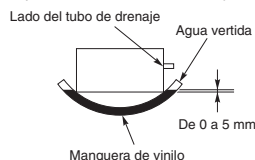

Fig. 3-8
- (5) La unidad debe ajustarse utilizando el nivel de agua o tal y como se muestra en la Fig. 3-8 para que el lado del tubo de drenaje esté inclinado 5 mm más que el lado contrario.